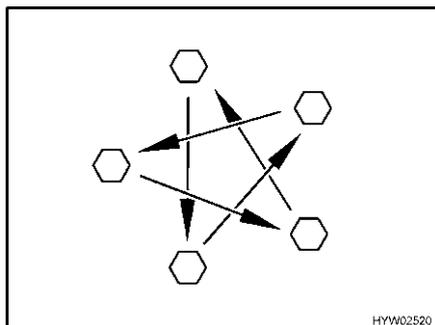

Fig. 275 Serrer en croix les écrous ou les boulons de roue
- Vérifier régulièrement le serrage des écrous ou des boulons de roues. Resserrer alternativement et en croix (Fig. 275) tous les écrous ou les boulons de roue 50 km après le changement d'une roue.
- ▷ Serrer en croix les écrous ou les boulons de roue (Fig. 275).